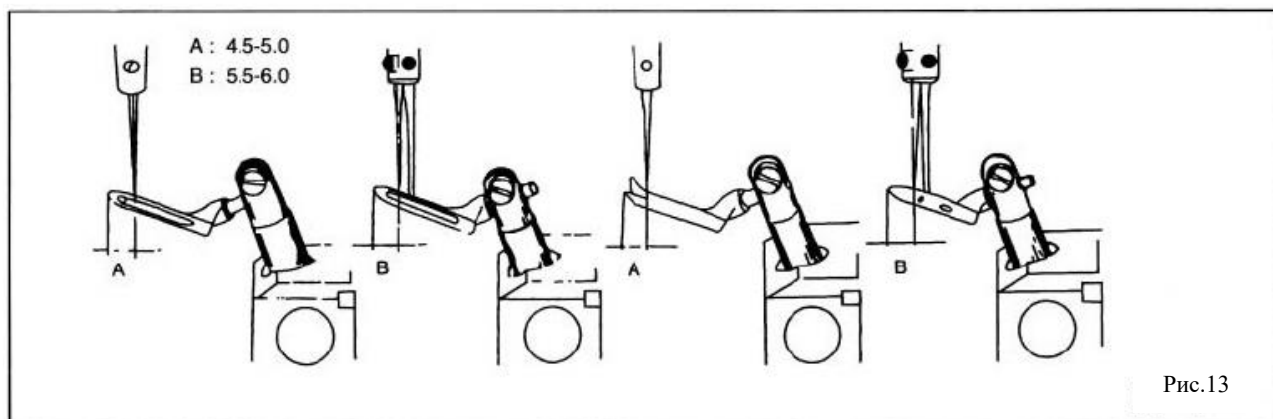

Рис.13
2. Верхний петлитель (спредер) и игла. Рис.13.